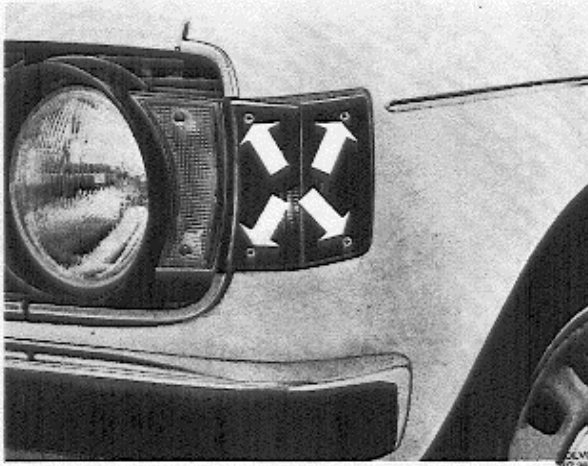

Abb. 3-12 Ausbau des Blinkleuchtenglases
2. Leuchtenglas abschrauben, siehe Abb. 3-12.